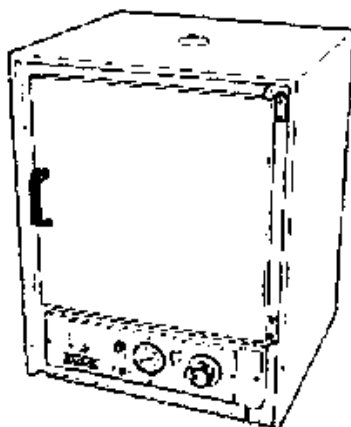

Figura 51: Forno elétrico.
- 2 . Se necessário, alinhar a biela, aquecendo-a em óleo quente. O uso de uma forno elétrico a 250°C substitui, com vantagem o processo com óleo quente (Figura 51);